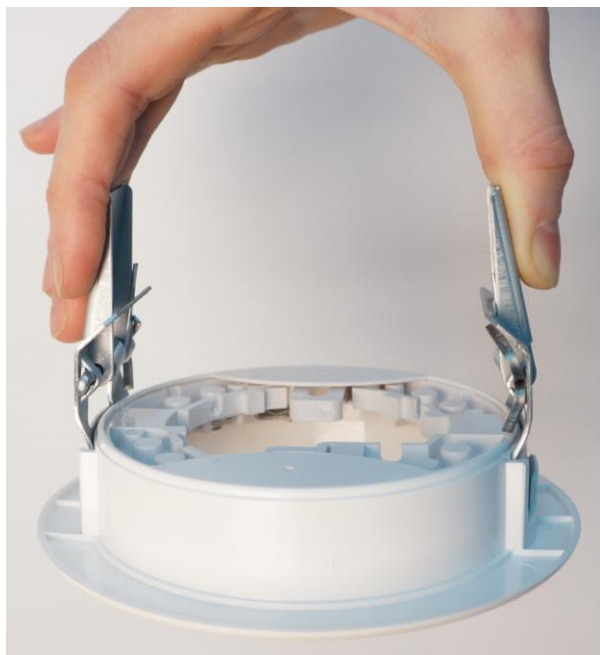

Рисунок 5
2.6 Поднимите пружинные скобы вертикально (см. рис. 5) и, зажав их в таком положении, вставьте фланец в потолочное отверстие и разожмите скобы.